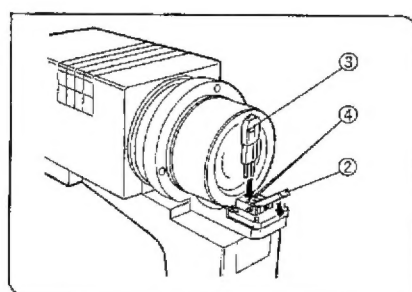

図 7
- 2) ランプソケットのランプ固定レバー②を矢印方向へ押下げながら、直接ランプ③をさわらないようにガーゼなどで持ち、取付穴④へ確実に奥まで差し込みます。(図7)